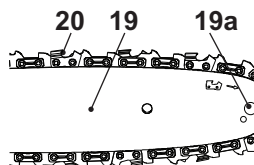

Fig. 8
7. Le mouvement de la chaîne de sciage est indiqué par la flèche. Assurez-vous que la chaîne de sciage (20) est correctement placée sur la roue dentée (19a) du guide-chaîne (19) (Fig. 8).